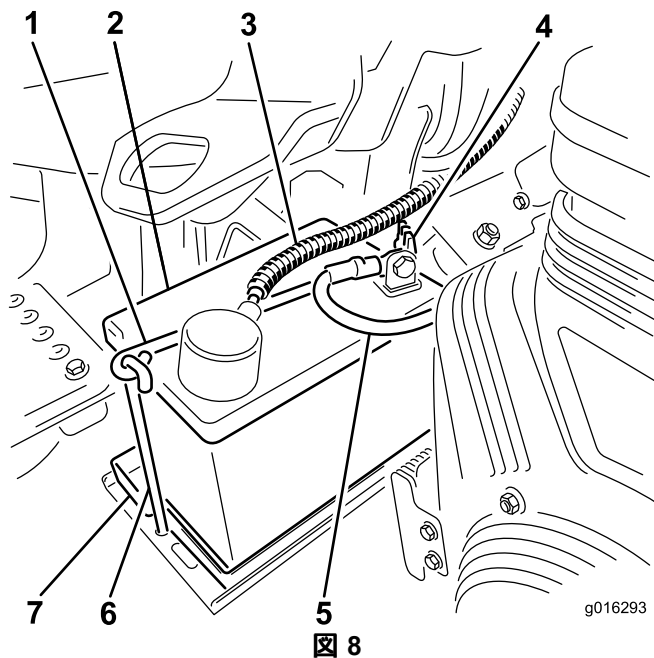

図8はガソリンモデルですモデルによって多少異なります。
- バッテリートレイの上にバッテリーを置き、先ほど取り外したクランプと固定具で固定する図8。
- 赤いプラスケーブルをバッテリーのプラス端子に、黒いマイナスケーブルはバッテリーのマイナス端子にはめ、ボルトとナットで固定する図8。ショート防止のために端子にゴムキャップをかぶせる。